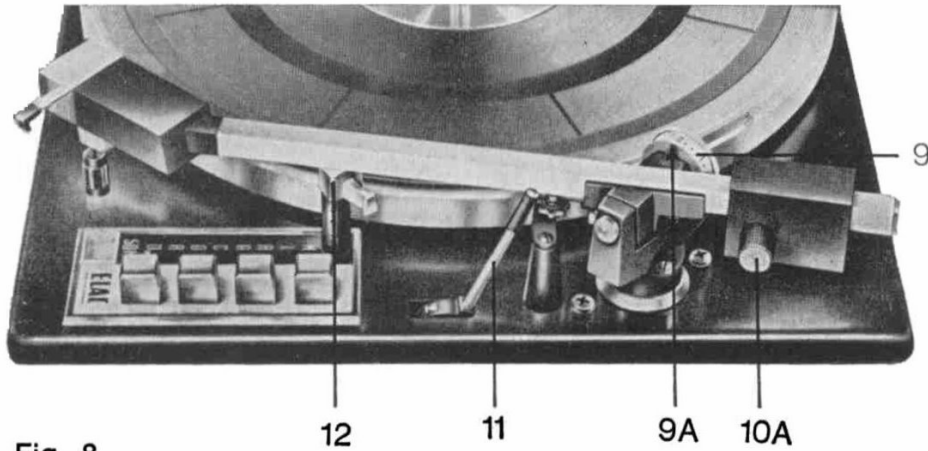

Fig. 8
Das Gegengewicht oder Tonarmausgleichsgewicht (Fig. 2-10) wird, soweit es geht, auf das hintere Tonarmende aufgeschoben. Dann bewegt man es weiter unter Verwendung des Triebknopfes 10 A (Fig. 8). Der Triebknopf an dem Gegengewicht soll zur Chassis-Außenseite zeigen. Er dient dazu, das Gegengewicht vorwärts und rückwärts zu verschieben, um eine exakte Tonarmbalance einzustellen.
2.7 Tonarmlift (Fig. 8–11)
Häufig wird gewünscht, ein einzelnes Band von einer Schallplatte abzuspielen. Dies ist sehr einfach mit Hilfe des hydraulischen Tonarmlifts zu bewerkstelligen (Fig. 8–11). Diese Hilfe besteht aus einer Platte, welche den Tonarm trägt, so daß der Abtaststift in kurzem Abstand über der Schallplatte gehalten wird, wenn der Hebel des Lifts nach vorn bewegt wird (▼). Schwenkt man den Tonarm mit der Hand in die gewünschte Stellung über der Schallplatte, so daß der Abtaststift direkt über dem Band steht, das abgespielt werden soll, so senkt sich — wenn man den Hebel des Lifts zurückbewegt — der Abtaststift sehr langsam und vorsichtig auf die Platte (▼). Die Rückführung des Armes auf die Stütze ist entweder automatisch am Plattende (Abs. 2.3) oder mit der Hand (Abs. 2.4) möglich. Mit Hilfe des Lifthebels kann man den Abtaststift zu jeder Zeit von der Platte heben, an diesem Punkt festhalten und durch Hebel-schwenken nach hinten wieder absetzen. Man vermeide ein Umlegen des Lifthebels nach vorn (anheben), wenn der Tonarm noch verriegelt ist.